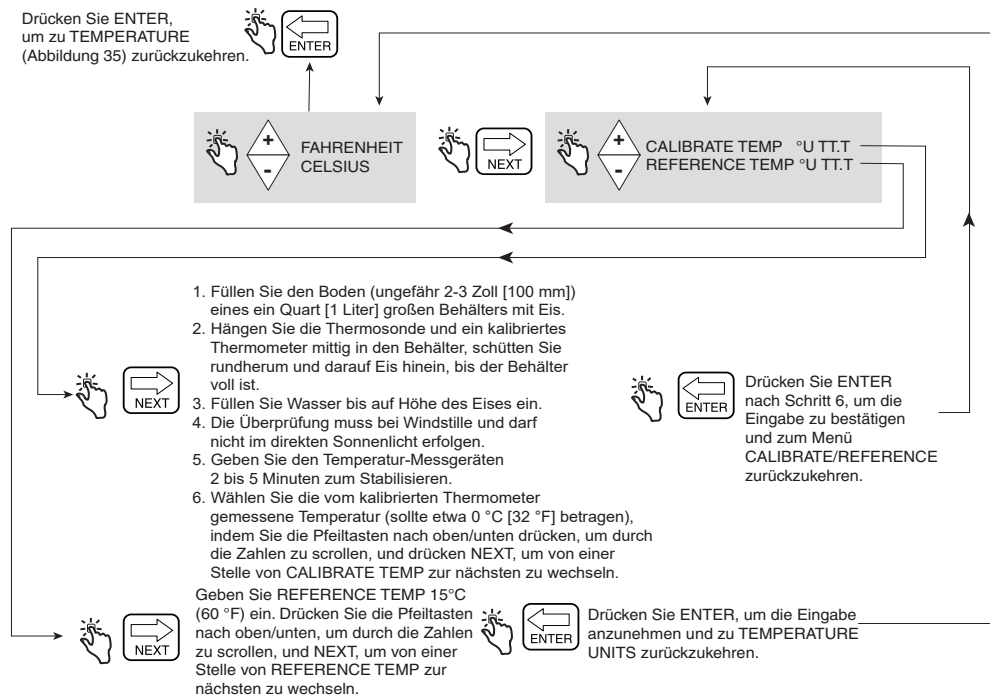

Abbildung 36. Setup Temperaturkalibrierung
Abbildung 36 zeigt die Setup-Auswahlen für Temperature Probe Calibration.
2. Die Bezugstemperatur ist die Temperatur, bei der das Nettovolumen kompensiert ist (TC). Das Netto-Volumen wird aus dem Brutto-Volumen berechnet, berichtigt um die Differenz zwischen Flüssigkeitstemperatur und Bezugstemperatur. Um die Bezugstemperatur zu bearbeiten, befolgen Sie die Schritte in Abbildung 36, Setup Temperaturkalibrierung. In der Regel ist die Referenztemperatur 15 °C bei der Verwendung von Celsius oder 60,0 °F bei Verwendung von Fahrenheit.